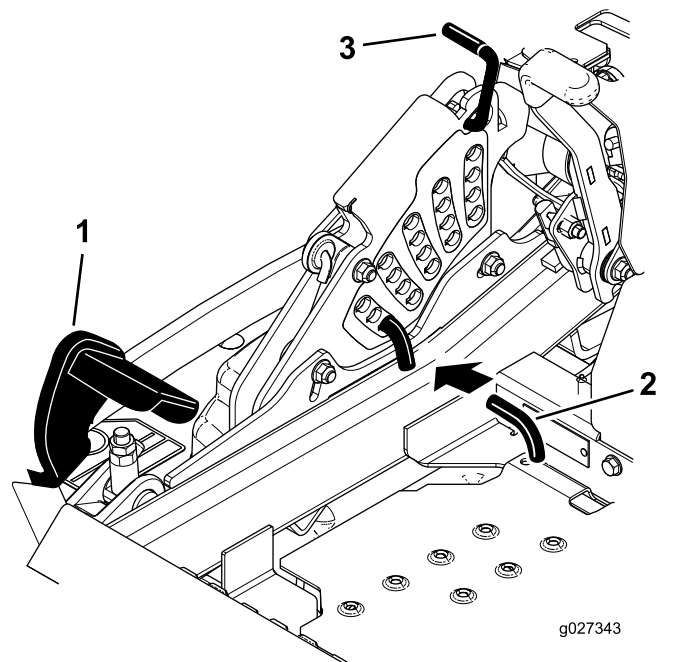

Figure 96
5. Enfoncez la pédale de levage du tablier de coupe au maximum pour verrouiller le tablier à la position transport de 14 cm (5½ po) (Figure 96).